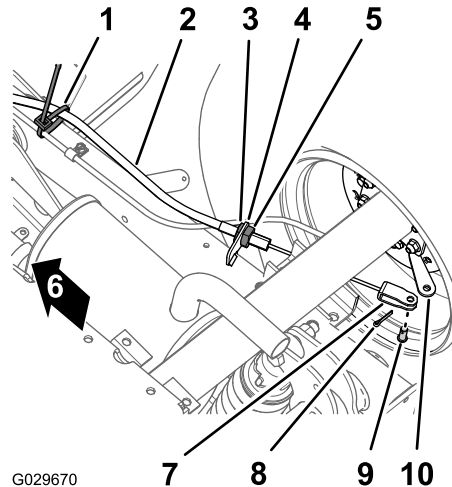

Figura 44
1. Na parte inferior da máquina, retire a braçadeira que prende o cabo do travão de estacionamento à linha do travão de serviço (Figura 44).
2. Marque a faixa de rotação na porca de bloqueio dianteira para o cabo do travão de estacionamento (Figura 44).
3. Desaperte a porca de bloqueio traseira e retire o cabo do suporte do cabo dos travões (Figura 44).
4. Retire o contrapino e o passador de forquilha que prendem a forquilha para o cabo do travão de estacionamento à alavanca do atuador do travão e afaste o cabo da alavanca (Figura 44).
1. Passe o ajustador roscado do cabo do travão de estacionamento para o suporte do cabo do travão e a forquilha na alavanca do atuador do travão (Figura 44).
3. Alinhe o ajustador roscado do cabo do travão de estacionamento para o suporte do cabo do travão e aperte a porca traseira (Figura 44).